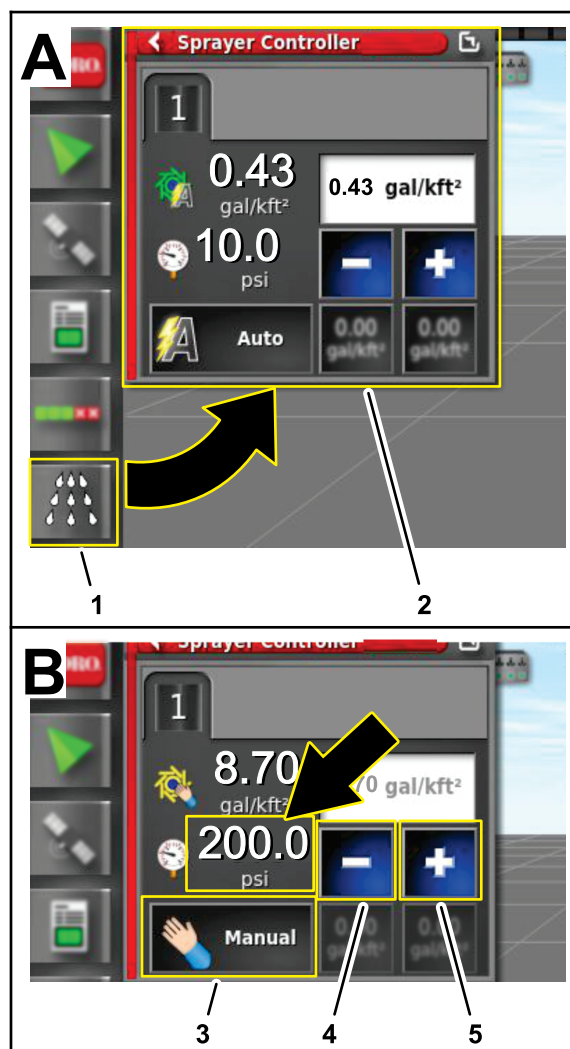

Figura 239
4. Sul quadro di comando di GeoLink, premete l'icona CONTROLLER DEL VOLUME DI IRRORAZIONE (Figura 239).
5. Nella finestra di dialogo del controller del volume di irrorazione, premete sull'icona MODALITÀ DI CONTROLLO DEL VOLUME sino a visualizzare la modalità manuale (Figura 239).
6. Utilizzate l'icona di decremento (-) o di incremento (+) per regolare la pressione dell'impianto di irrorazione (Figura 239) a un valore di 13,75 bar.